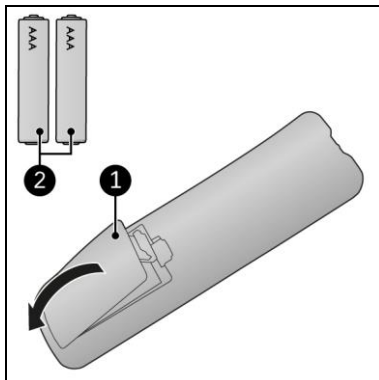

Abbildung 12
1. Entfernen Sie die Abdeckung (Abbildung 12, Pos. 1).
3. Legen Sie zwei Batterien ein (AAA 1,5 V) (Abbildung 12, Pos. 2) wie im Batteriefach angegeben. Stellen Sie sicher, dass die Batterien richtig eingelegt sind.